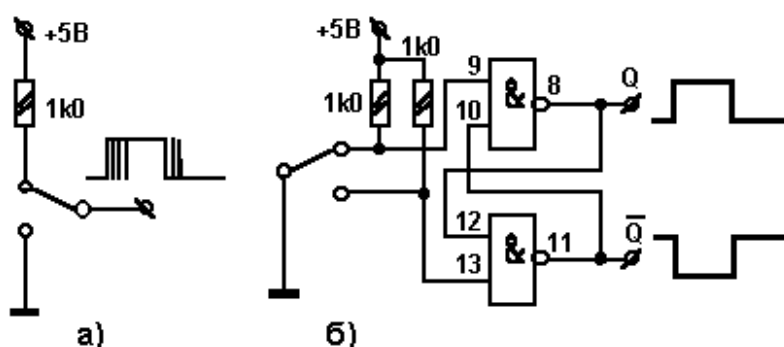

Рис. 11. Подавление дребезга механических контактов с помощью RS-триггера
Области применения разных триггеров в цифровой схемотехнике весьма обширны. Простое и полезное применение RS-триггеры получили в схемах подавления дребезга механических коммутирующих устройств. Если подавать сигналы "0" и "1" на цифровую схему с помощью переключателя – тумблера, как показано на рис. 11, а, то возникнет очень неприятное явление – дребезг контактов. В течение нескольких миллисекунд после замыкания переключателя его контакты входят в соприкосновение друг с другом от десятков до сотен раз. Если к выходу такой схемы подключить какой-либо счетчик импульсов, то он сосчитает не количество переключений тумблера, а отреагирует на каждый дополнительный импульс, вызванный этим дребезгом. Схема, изображенная на рис. 11, б, позволяет полностью подавить дребезг.
этим дребезгом. Схема, изображенная на рис. 11, б, позволяет полностью подавить дребезг.
3. Из двух вентилях 2И-НЕ собрать схему подавителя дребезга на RS-триггере по рис. 11,б. Рассмотреть дребезг на входах 9 и 13 и убедиться в его отсутствии на выходах Q и \bar{Q} . Синхронизация осциллографа – ждущая, длительность развертки – подобрать.